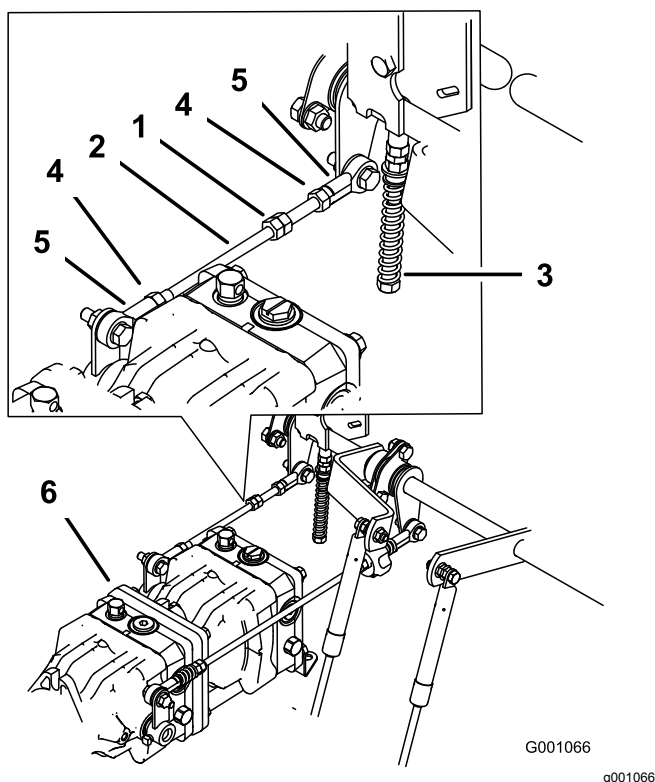

Figure 91
1. Desserrez les contre-écrous sur les rotules de la tige de commande de la pompe (Figure 91).
3. Réglez la longueur de la tige de pompe en tournant les doubles écrous dans le sens voulu, jusqu'à ce que la roue soit immobilisée ou tourne légèrement en marche arrière (Figure 91).
6. Serrez les contre-écrous contre les rotules (Figure 91).